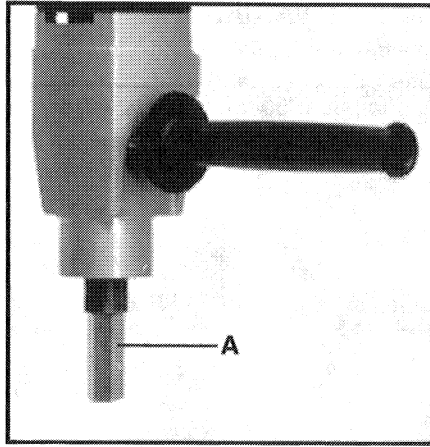

Fig. 4
L'adaptateur de palette (A) Fig. 4 se visse sur l'axe du mélangeur. Vissez l'une ou l'autre extrémité de l'adaptateur sur l'axe du mélangeur (voir Fig. 4). Tournez l'adaptateur en sens horaire jusqu'à ce qu'il soit calé (le fonctionnement normal du mélangeur serrera l'adaptateur sur l'axe du mélangeur).